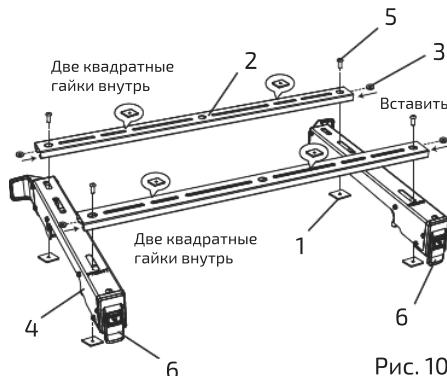
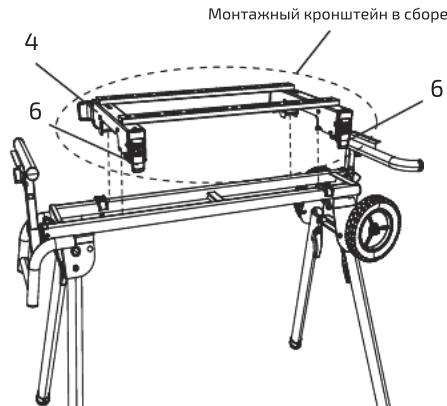

Рис. 10
Рис. 11
2. Вставить две шайбы (3) во вспомогательные монтажные кронштейны (2) и совместить их с отверстиями на концах вспомогательных монтажных кронштейнов (2) (рис. 10).
3. Для крепления вспомогательного монтажного кронштейна (2) к монтажным кронштейнам пилы (4) вставить винты (5) через вставленные ранее шайбы (3) в квадратные гайки (1) в нижней части монтажного кронштейна пилы (4) для закрепления каждого конца вспомогательного монтажного кронштейна (2) с использованием шестигранного ключа 5 мм (рис. 10).
4. Повторить шаги 2 и 3 для сборки другого вспомогательного монтажного кронштейна. На данном этапе не следует затягивать четыре болта (5) до упора.
5. Убедиться, что эксцентриковые защелки (6) монтажных кронштейнов пилы (4) находятся в незакрытом положении (рис. 11).
6. Опустить задний и передний края монтажных кронштейнов в сборе на заднюю и переднюю направляющую стойки. Передние крепежные зажимы монтажных кронштейнов пилы (4) должны плотно сидеть на переднем рельсе. Убедиться, что монтажные кронштейны пилы расположены под правильным углом по отношению к переднему и заднему рельсу (см. рис. 11).
7. Зафиксировать монтажные кронштейны в сборе в положении, надавив на две эксцентриковые защелки (6) (см. рис. 11).